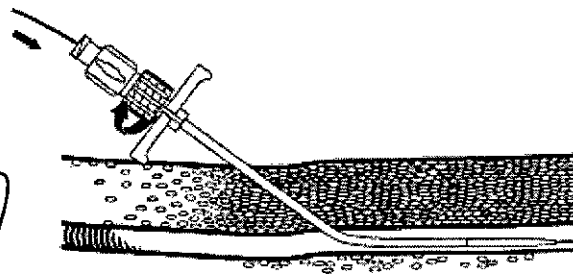

Fig. 3
6. Deje la vaina y la guía en posición y retire el dilatador haciendo girar el anillo de fijación en sentido contrario al de las agujas del reloj. (Fig. 3) **NOTA:** Para evitar la aspiración accidental de aire después de la extracción del dilatador, coloque el pulgar y el índice alrededor de la guía en el extremo proximal de la vaina.